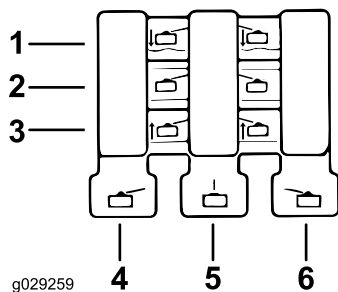

Figure 26
1. Pour abaisser les unités de coupe, actionnez les leviers de commande vers le bas et relâchez-les (*Figure 26*).